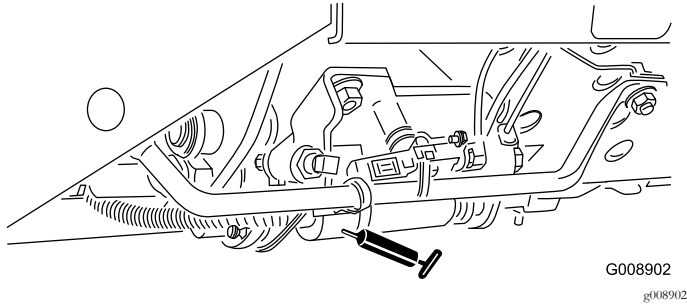

Bild 58
- Mähen-/Transportschieber (Bild 58)